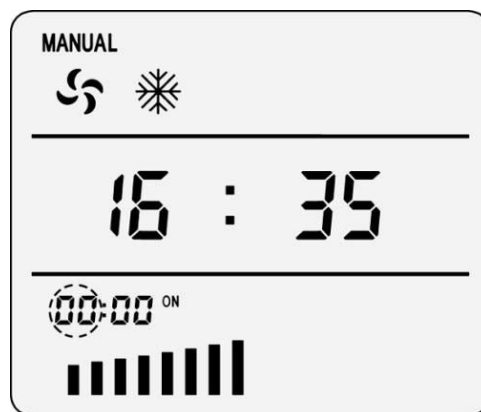

Рис. 8.2 Установка часов
2) нажмите кнопку , --:-- сменится на 00:00 и замигают часы, используйте кнопки  для установки часов (рис. 8.2);